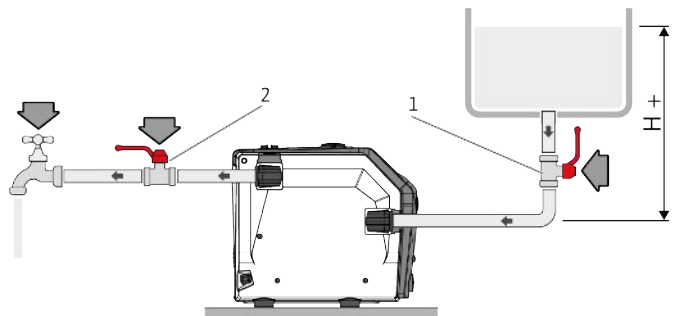
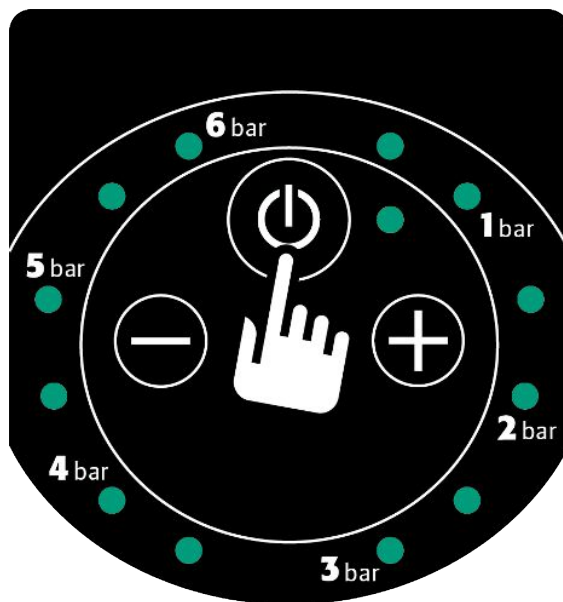

Fig. 8: Λειτουργία φορτίου
Fig. 11: Πλήκτρο ON/OFF
1. Εάν το προϊόν είναι εγκατεστημένο σε λειτουργία φορτίου (Fig. 8), πιέστε μία φορά το πλήκτρο χειρισμού ON/OFF (Fig. 11).
2. Πατήστε το πλήκτρο χειρισμού «ON/OFF» στον πίνακα ελέγχου (Fig. 11).